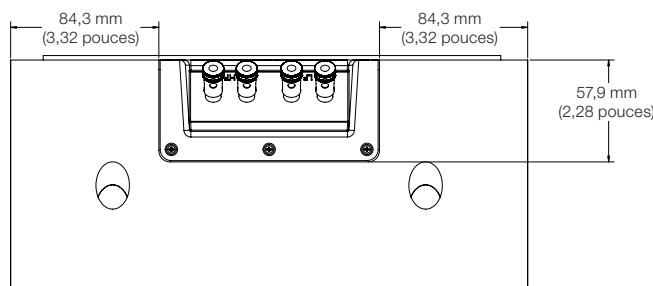

Figure 13
**REMARQUE :** La figure 13 est une vue cotée de la cavité des bornes du boîtier arrière afin de vous guider pour la découpe d'un ou plusieurs trous dans la structure pour faire passer vos câbles d'enceinte jusqu'aux bornes de la SCL-2.